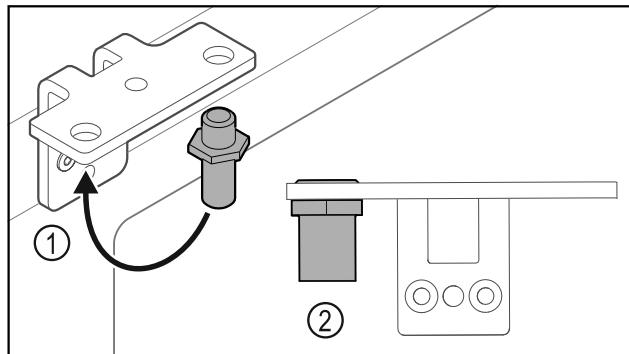

Fig. 37
- ▶ Premiestnite čap Fig. 37 (1) v uholníku závesu.
- ▶ Utiahnite čap Fig. 37 (2) **utahovacím momentom 12 Nm**.